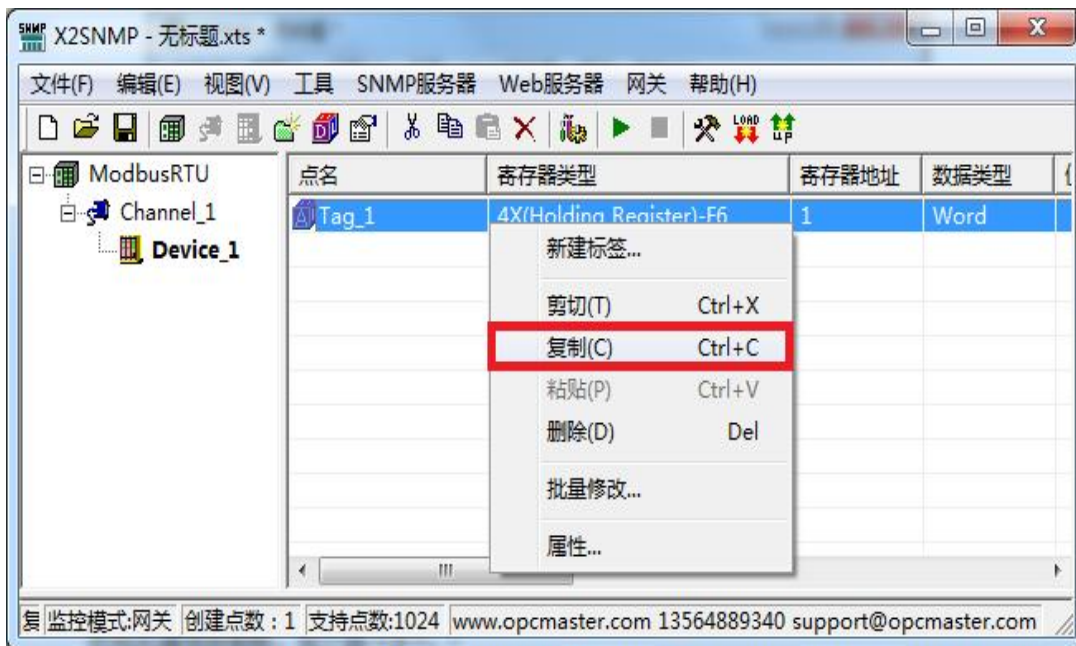

图 3-6-4 复制当前标签
- (1) 选择要复制的标签, 点击工具栏复制按钮, 或者右键选择“复制”如图 3-6-4 所示。